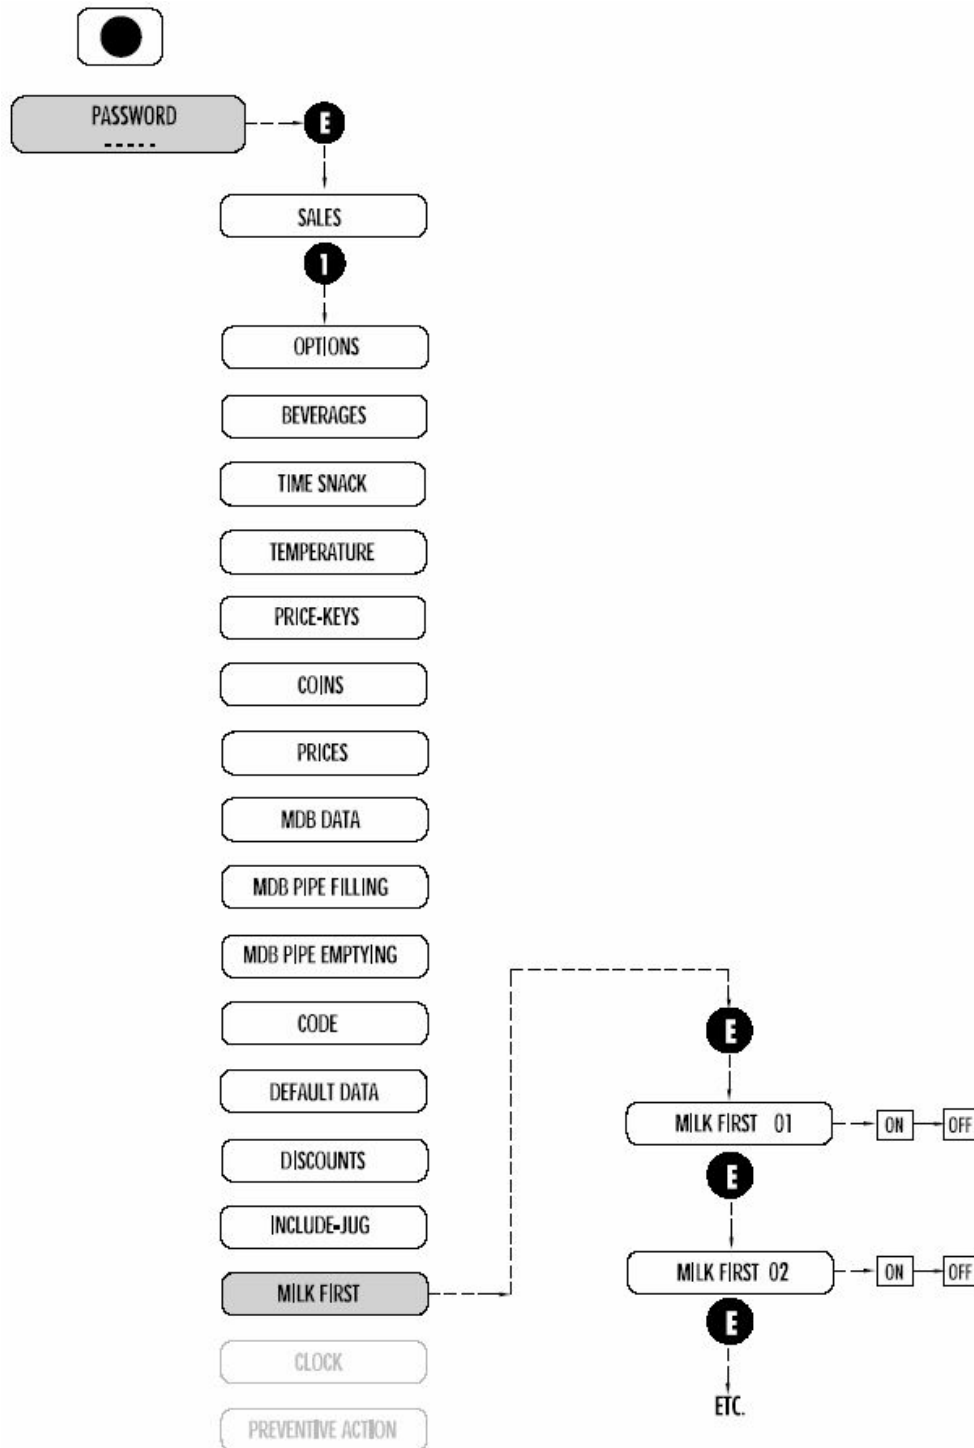

Рис. 7.19
7.2..16 ПРИОРИТЕТНАЯ ПОДАЧА МОЛОКА (Рис. 7.19)